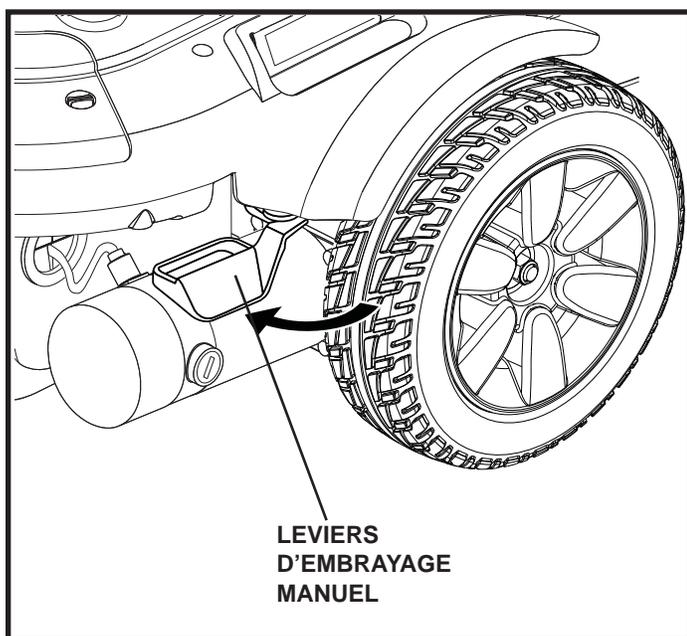

Figure 4. Mode de traction (embrayé)
2. Poussez les deux leviers vers l'intérieur pour embrayer les moteurs. **Voir la figure 4.**